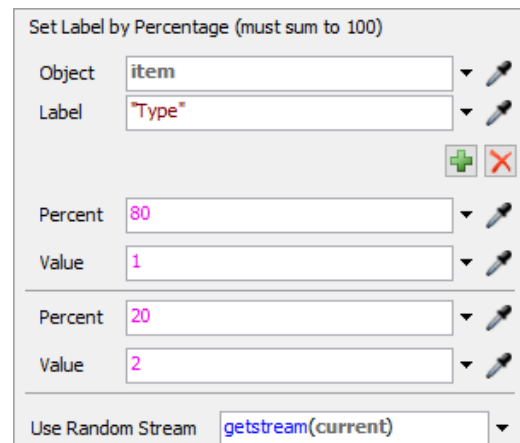

Fig. 9. Option Set Label by Percentage
3. **Set Label by Percentage** – permet de modifier la valeur de l'étiquette selon une répartition en pourcentage. Utilisez le bouton vert pour ajouter d'autres cas (voir la fig. 9).